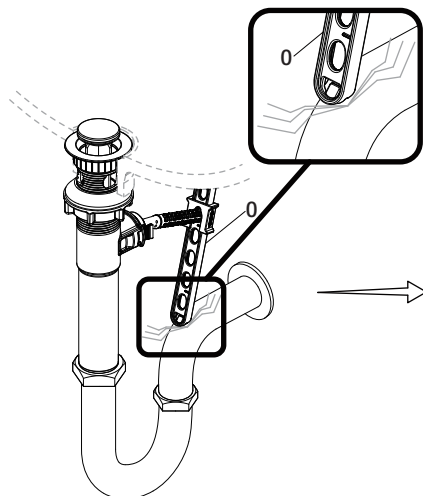

Fig. 1
- Si la sangle de la tige de levage de l'évacuation mécanique (O) gêne votre installation, comme illustré sur la Fig. 1, la sangle de la tige de levage (O) peut être raccourcie.